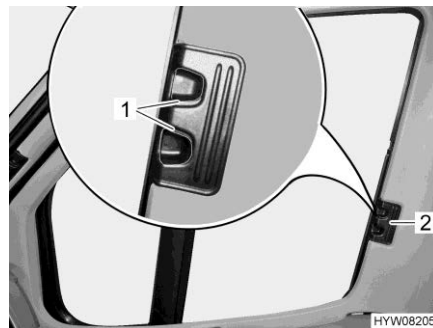

Bild 59 Plisségardin (förar-/passagerarfönster)
- Tryck in låshandtagen (Bild 59,1) och håll dem intryckta.
- Ta tag i handtaget (Bild 59,2) och dra plisségardinerna för förar- och passagerarfönstret till den andra fönstersidan och fäst med magnetrem-sorna.
- Ta tag i handtaget (Bild 59,2) till plisségardinerna för förarfönstret och passagerarfönstret och skjut in dem så långt det går.
- Släpp låshandtagen (Bild 59,1) och låt dem haka fast.